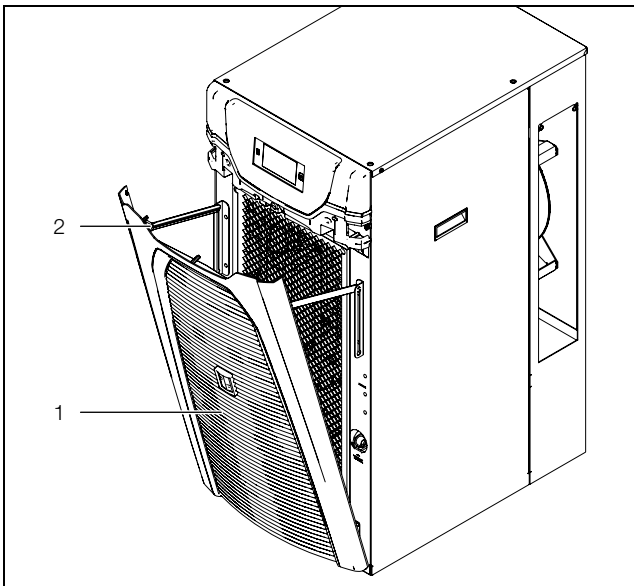

Imagen 35: Abertura de la rejilla 3334400
- Tire hacia delante la rejilla por debajo del embellecedor (imagen 35, pos. 1).